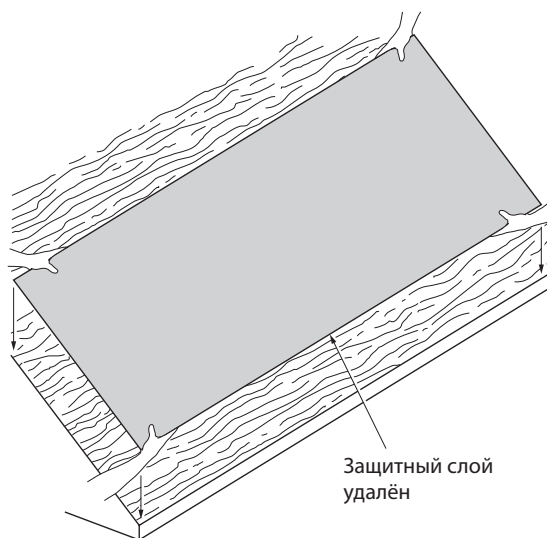

Рис. 5-7. Укладка методом приклеивания отдельных кусков.
4. Положите кусок гидроизоляции на место, аккуратно соблюдая границы необходимого участка укладки (Рис. 5-7).